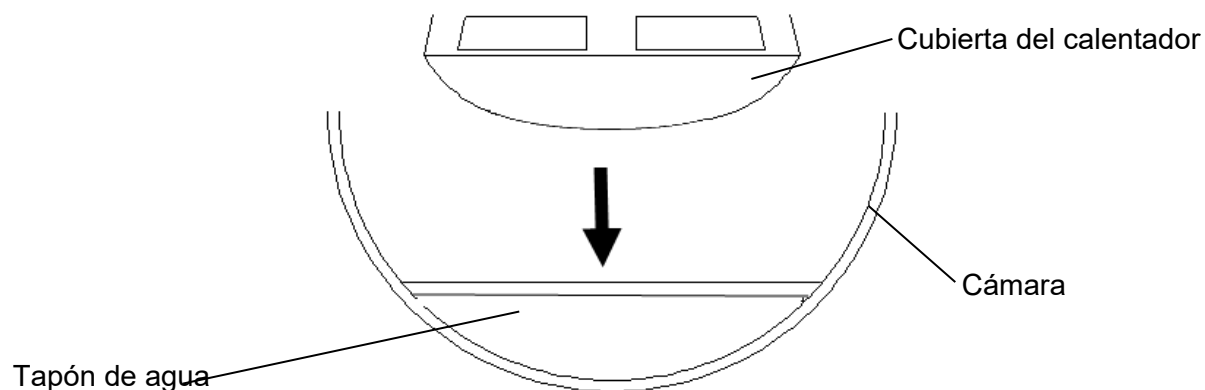

Figura 28
- B. Instale la cubierta del calentador en la cámara según se indica en la Figura 28 (accesorio estándar). Asegúrese que el borde redondeado se dirija hacia la parte posterior y el borde frontal vertical de la cubierta de la tapa se ubique de forma segura en las ranuras correspondientes en la parte inferior de la abertura de la cámara.